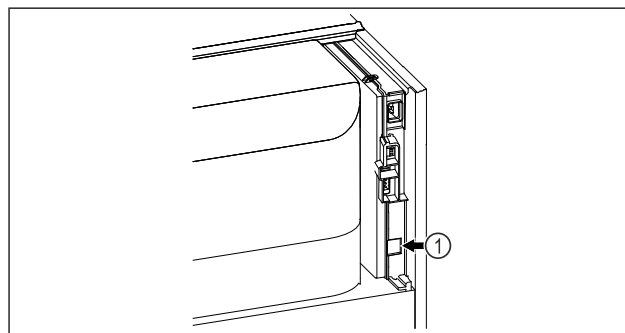

Fig. 85
- SmartModule Fig. 85 (1) er indsat.